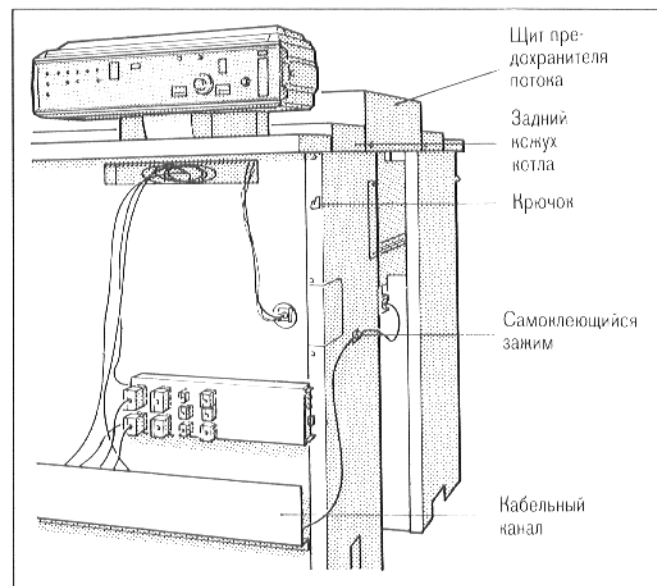

Рис. 44 – котел с монтированным задним кожухом котла и щитом предохранителя потока
- Подвесить переднюю стенку (или передние стенки) к 4 (или 8) крючкам (см. рис. 44). Посредством предусмотренных для этого двух винтов закрепить у верхних (наружных) крючков.